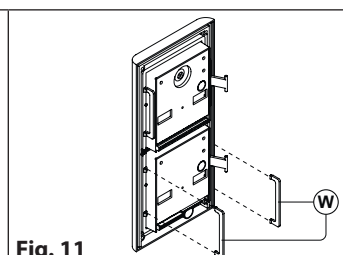

Fig. 11
Insérez les butées anti-effraction (W) comme indiqué dans **Fig. 11**.